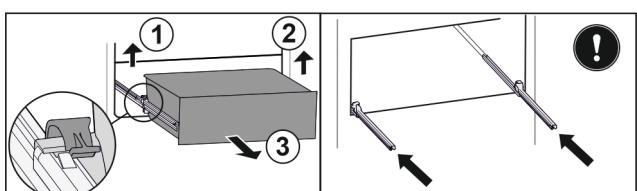

Fig. 29*
- Приподнимите левый зажим и одновременно вытяните движением вперед выдвижной ящик слева Fig. 29 (1).*
- Приподнимите правый зажим и одновременно вытяните движением вперед выдвижной ящик справа Fig. 29 (2).*
- Извлеките выдвижной ящик движением вперед Fig. 29 (3).*